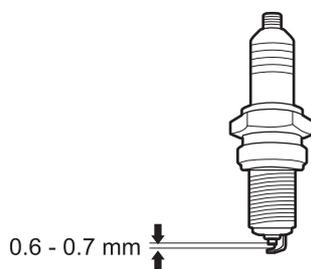

Fig. 30b
- Vérifier l'écartement de la bougie d'allumage ; il doit être de 0,6 à 0,7 mm (voir Fig. 30b).